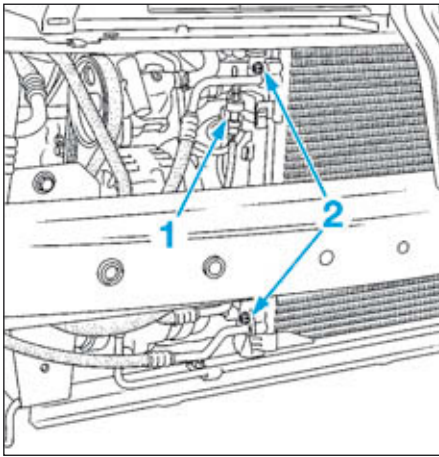

FIG.3
- Débrancher le capteur de pression (1) (Fig.3).
- Déposer les raccords des tuyaux (2) sur le condenseur.
- Déclipper le radiateur (3) puis soulever le condenseur légèrement vers le haut (Fig.3).